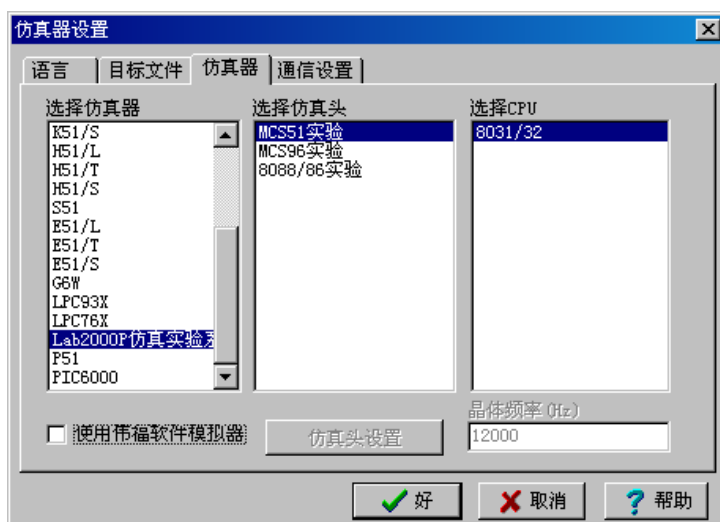

图 6.2 设置仿真实验系统
7. 通过下拉菜单“仿真器”对仿真实验系统进行设置, 如图 6.2 所示。